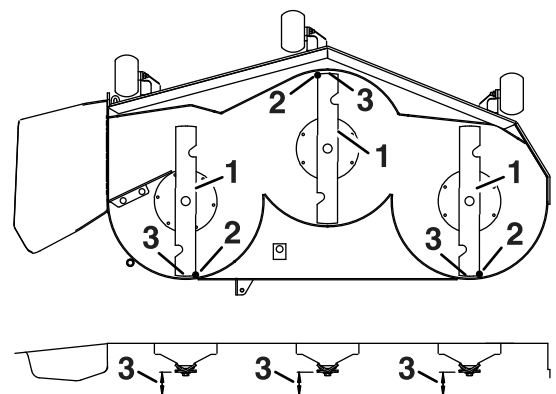

Figura 70
3. Gire cuidadosamente las cuchillas colocándolas en el sentido de avance de la máquina (Figura 70).
4. Mida entre la punta de la cuchilla delantera y la superficie plana y entre la punta de la cuchilla trasera y la superficie plana (Figura 70).